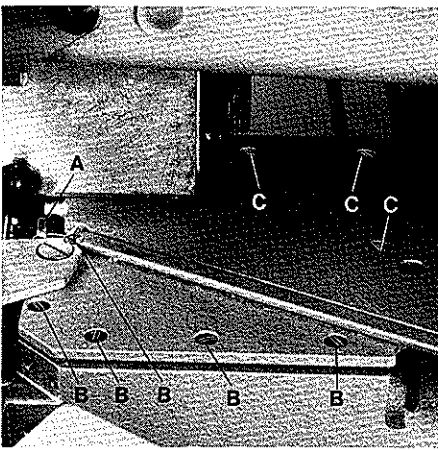
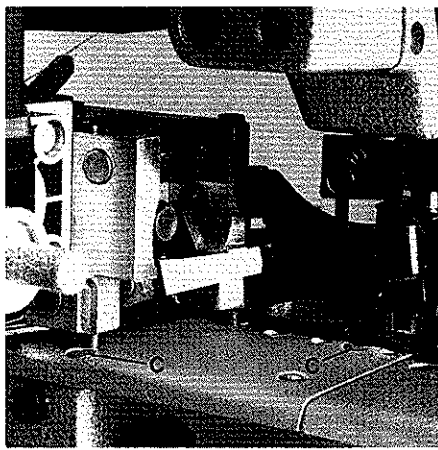

Fig. 61
Fig. 62
For setting the cutter and for replacing the lower knife the FAST ACTION TAPE CUTTER has to be removed from sewing machine. The upper knife can be replaced with cutter assembled as well. Disconnect cable for FAST ACTION TAPE CUTTER on control box under the table board and the three rapid action hose couplings on cutter (see Fig. 3). Remove looper thread guide (A, Fig. 61). Screw out the five countersunk head screws (B) and the five filister head screws (C, Figs. 61 and 62) and remove the FAST ACTION TAPE CUTTER assembly from sewing machine.
Zum Einstellen der Schere und zum Auswechseln des Untermessers wird die "SCHNELLE SCHERE" aus der Maschine ausgebaut. Das Obermesser kann auch in eingebautem Zustand der Schere gewechselt werden. Lösen Sie die Kabelverbindung für die "SCHNELLE SCHERE" am Schaltkasten unter der Nähtischplatte und die drei Schnellverschlußkupplungen an der Schere (siehe Fig. 3). Entfernen Sie die Greiferfadenführung (A, Fig. 61). Entfernen Sie die fünf Senkschrauben (B) und die fünf Zylinder-Kopfschrauben (C, Fig. 61 und Fig. 62) und nehmen die komplette "SCHNELLE SCHERE" aus der Maschine.